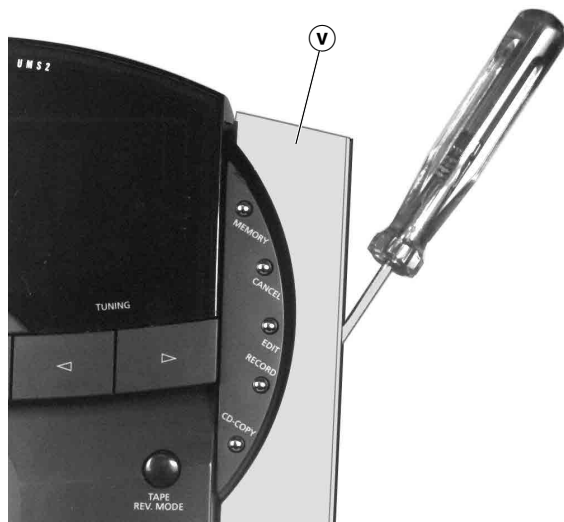

Fig. 16
- Vorsichtig die **aufgeklebte** seitliche Blende (V) mit einem Schraubendreher abhebeln (Fig. 16).
- Lift off the **glued** lateral mask (V) carefully with a screw driver (Fig. 16).